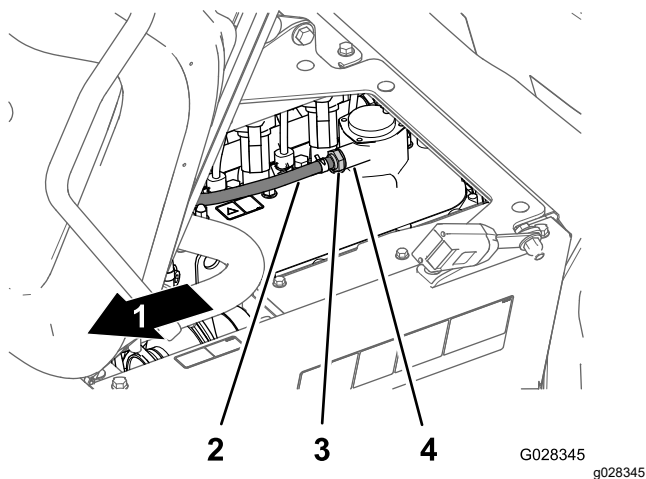

Figura 113
- Insérez le clapet PCV jusqu'à ce qu'il soit complètement engagé dans le joint du raccord du couvre-culasse (Figura 113).
- Déposez le clapet PCV du raccord sur le couvre-culasse (Figura 113).
**Nota:** Si l'ajutage interne du clapet PCV cliquète, alors le clapet est réparable ; dans le cas contraire, remplacez le clapet (Figura 113).